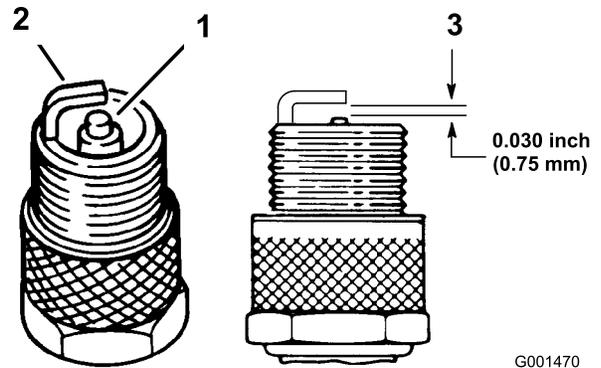

Figura 26
1. Mire la parte central de las bujías (Figura 26). Si se observa un color gris o marrón claro en el aislante, el motor está funcionando
2. Compruebe la separación entre los electrodos central y lateral (Figura 26). Si la distancia no es correcta, doble el electrodo lateral.